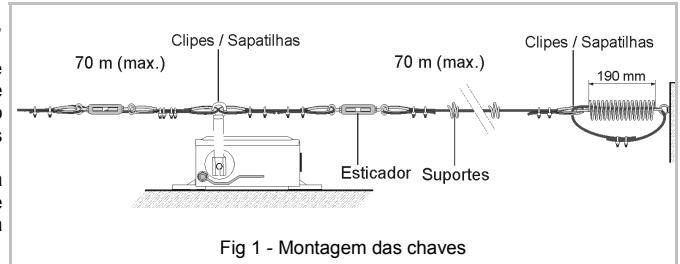
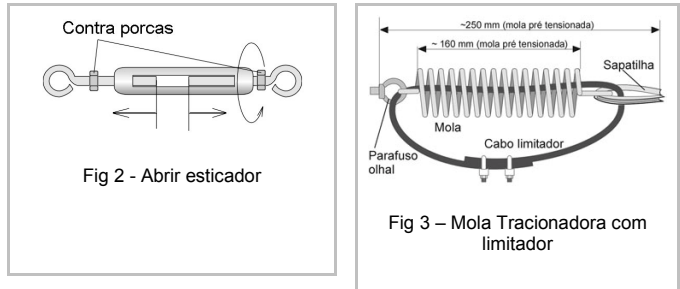
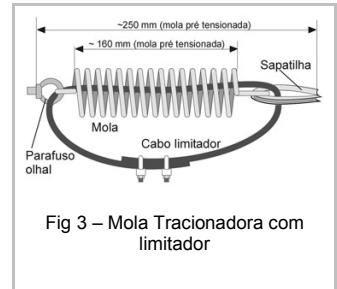
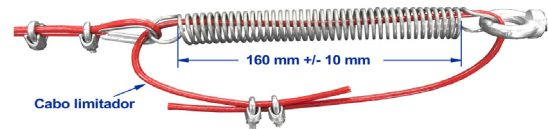

Fig 1 - Montagem das chaves
Fig 2 - Abrir esticador
Fig 3 - Mola Tracionadora com limitador
Fig 4 - Mola tracionadora pré tensionada, com cabo limitador
2.1 Fixar os parafusos olhais (fig. 3), suportes de cabos e as chaves de emergência na estrutura do transportador conforme fig. 1.
**IMPORTANTE:** Observar que o cabo limitador da mola tracionadora deve passar por dentro do parafuso olhal e por dentro da sapatilha (fig. 3).
2.2 Abrir os esticadores (fig. 2), girando o corpo central e mantendo fixas as alças. Esta abertura permitirá o ajuste fino de tensão no cabo.
2.3 Passar o cabo de aço pelas sapatilhas da alça da alavanca da chave, olhais do esticador e sapatilha da alça das molas tracionadoras (nesta ordem), sempre prendendo o cabo com uma laçada fechada com 2 cliques conforme fig. 4, com o primeiro clipe bem junto à sapatilha. Deixar frouxos os cliques que ficam junto às sapatilhas das molas tracionadoras para facilitar o ajuste da tensão das molas (item 2.4) Todos os outros cliques devem ficar bem apertados.
2.6 Destravar a chave. Neste momento, a alavanca deve ficar aproximadamente na posição vertical (como no diagrama da fig. 1) . Para fazer o ajuste fino de posição da alavanca, feche um dos esticadores, girando o seu corpo no sentido inverso ao indicado na fig.2 até que a alavanca da chave fique na posição vertical. Se necessário, ajuste o outro esticador. Neste momento, as molas tracionadoras devem estar pré tensionadas, seu corpo com 160 mm (fig. 4).